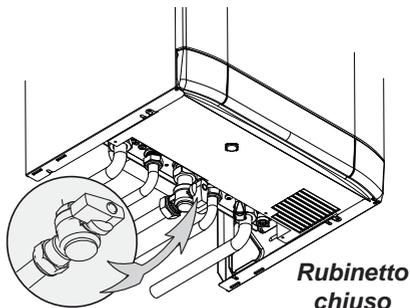

Fig. 2.21
- Chiudere il rubinetto gas della caldaia (Fig. 2.21), ed eventuali rubinetti di intercettazione presenti nell' impianto.